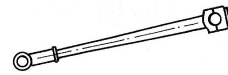

Abb.21: 1. Schritt
1. Schritt: Zunächst wird die Schubstange aufgezeichnet (Abb.21)